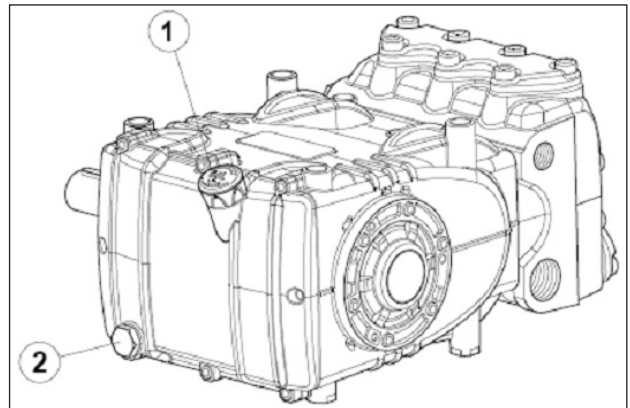

图3
从位置①的图3处的液面杆进行查看。
润滑油液面的正确检查是在泵浦处于环境温度下进行, 润滑油的更换可在泵浦于环境温度, 通过拆下: ①处的液面杆和图3的位置的塞子来进行。